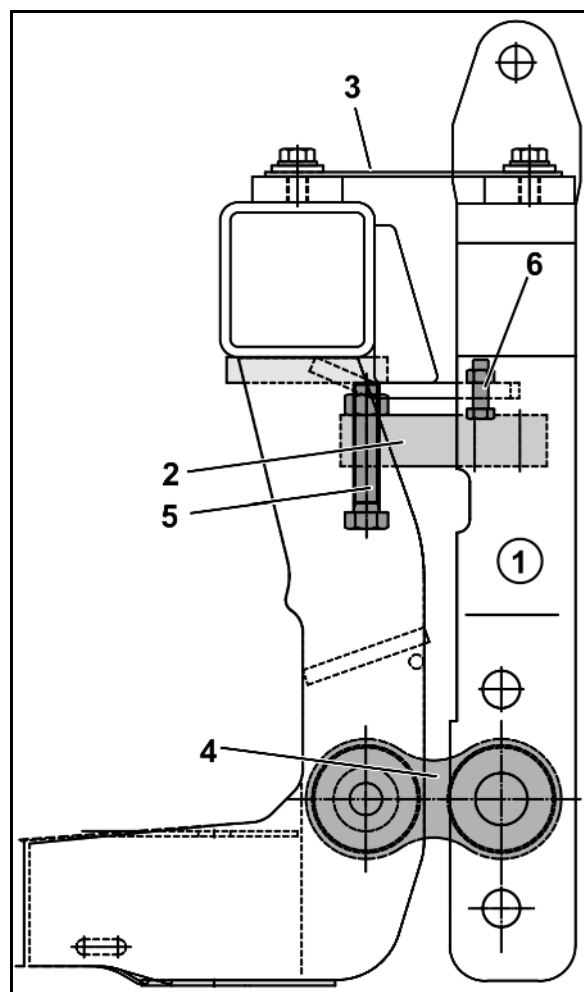

Рис. 93
Упорные винты (Рис. 93/2) должны устанавливаться с люфтом 2 мм согласно иллюстрации.
1. Открутите контргайку (Рис. 93/1)